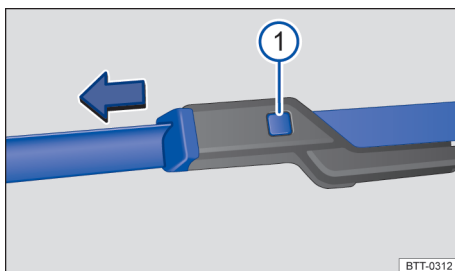

Fig. 138 Substituir as palhetas dos limpadores do para-brisa.
- Manter a tecla de destravamento → Fig. 138 ① pressionada e, ao mesmo tempo, retirar a palheta do limpador do para-brisa no sentido da seta.